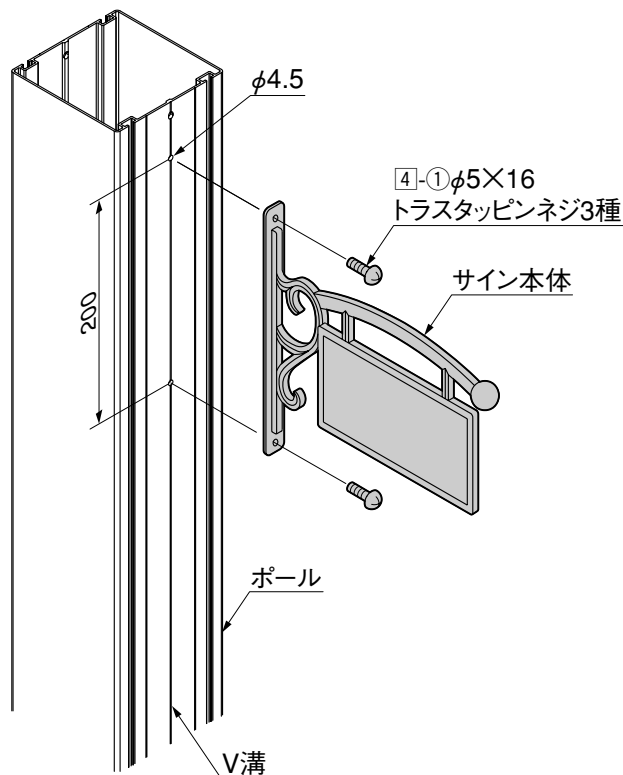

図6-4
- ④ 台紙をはがして文字がはがれないようにしっかり貼り付けてください。(図6-4参照)
- ⑤ センターラインと水平ラインを消してください。